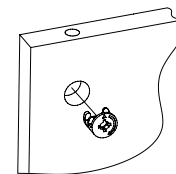

Рис. 2
2. Вставьте головки минификс в детали 3, 4, 5, 7, 8, 9 (Рис. 2).